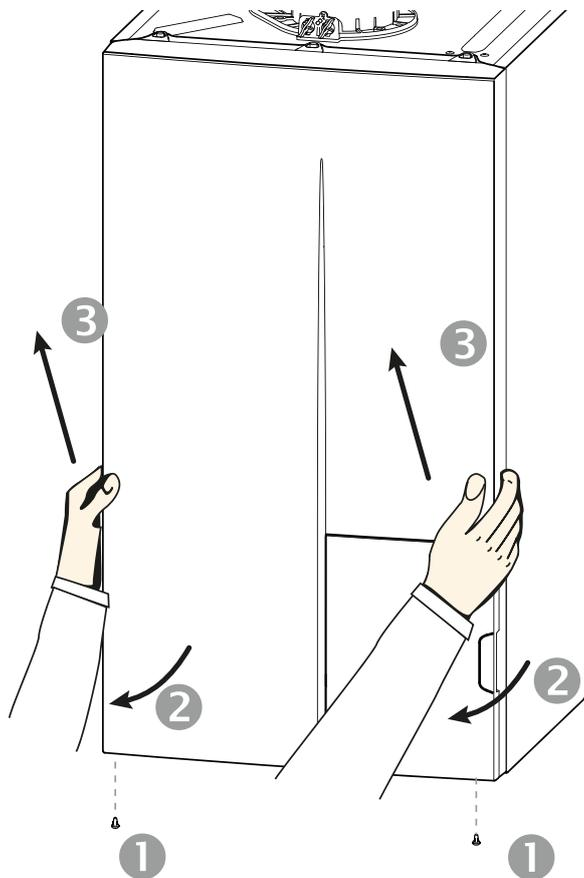

Abb. 32 - Abbau der Vorderseite
- Vorderseite abnehmen (Abb. 32, Seite 47).